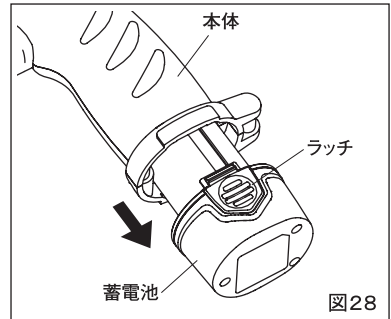

図28
(1) 充電
① 蓄電池のラッチ部を押しながら蓄電池を本体から取外します。(図28)